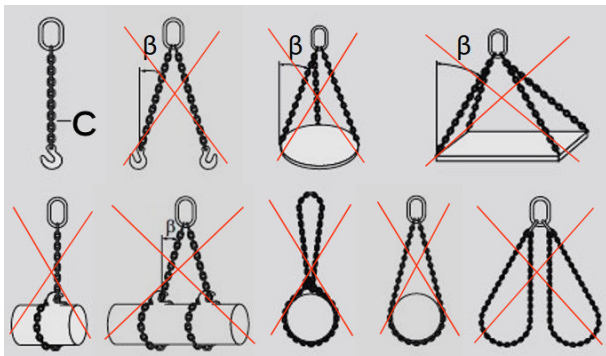

Bild 2: Lyftmetoder för två kedjeslingor
Justera kedjeslingorna för att lyfta laster enligt Bild 2.
- ▶ Använd endast lyftmetod (C) för kedjeslingor, enligt Bild 2. Överskrid inte den maximala lutningsvinkeln på 30°.